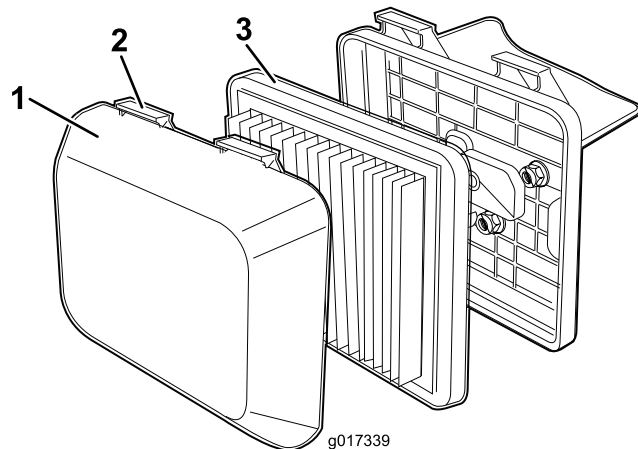

Рисунок 19
1. Нажмите книзу на язычки защелок наверху крышки воздухоочистителя (Рисунок 19).
3. Извлеките фильтр (Рисунок 19).